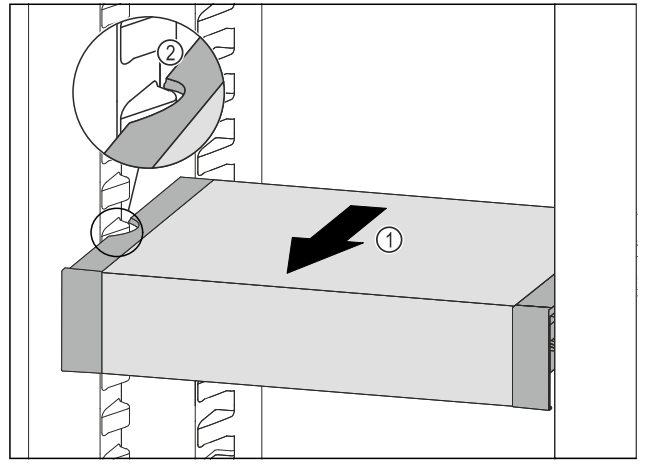

Fig. 157
- ▶ 向前拉动 VarioSafe Fig. 157 (1)，直至 VarioSafe 的侧部凹槽与冷藏区中的容器肋梁持平。 Fig. 157 (2)